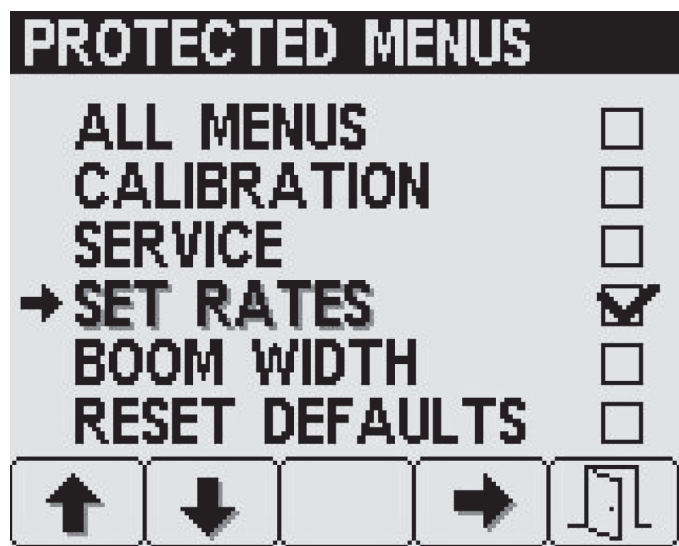

图13
3. 按 4 号按钮选择和取消选择每个受保护菜单项目（图13）。